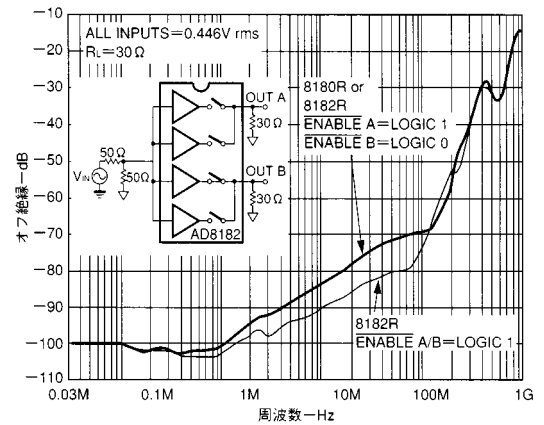

図14．「オフ」絶縁と周波数
- マルチプレクサはディスエーブル(すなわちENABLE = 論理1)ですべての入力は同時に $V_{IN} = 0.446 V_{rms}$ でドライブ。出力は $f = 5$ と30 MHzでモニター。システムでイネーブルになったひとつのマルチプレクサの R_{ON} をシミュレートするために $R_L = 30$ (図14参照)。このモードでは出力インピーダンスはとて高く(典型値10M)信号はパッケージを越えてカップリングします。負荷インピーダンスがクロストークを決定します。